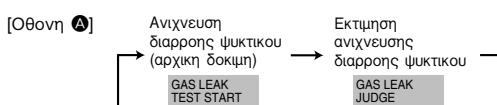

Fig. 8-2
- ② Πατηστε το κουμπι **C CLOCK** και επιλεξτε [GAS LEAK TEST START] (ΕΝΑΡΞΗ ΔΟΚΙΜΗ ΔΙΑΡΡΟΗΣ ΑΕΡΙΟΥ). (Fig. 8-2)